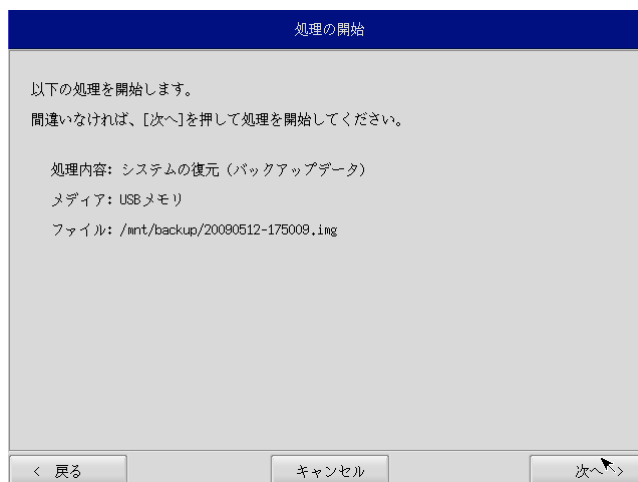

図 5-5-4. 確認画面
- ⑨ 確認画面（図 5-5-4）が表示されます。メディア、パーティション、バックアップファイルを確認します。[次へ]ボタンを押します。